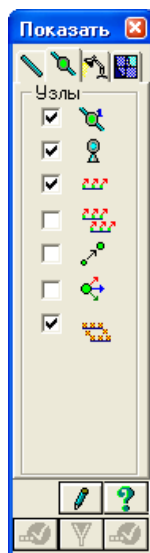

Рис.10.5. Диалоговое окно **Показать**
- В диалоговом окне **Показать** (рис.10.5) перейдите на вторую закладку **Узлы** и установите флажок **Номера узлов**.